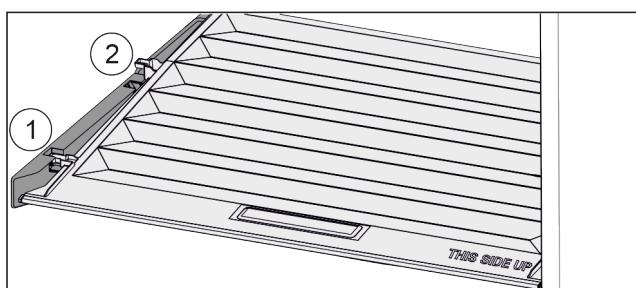

Fig. 131
- Издърпайте напред Fig. 131 (1) капака до отвора в задържащите части.
- Повдигнете го отзад отдолу и отстранете Fig. 131 (2) нагоре.